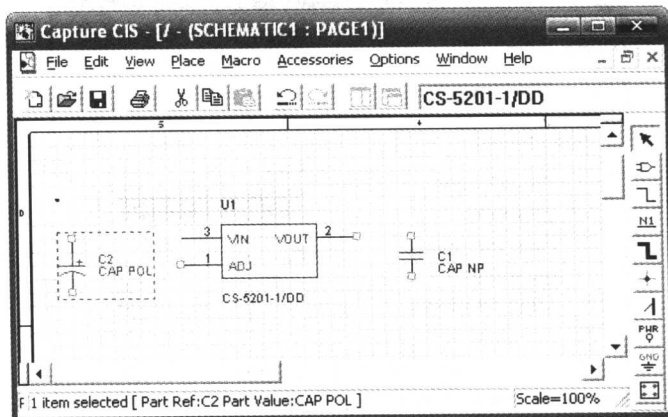

图 2-9 选中电容 C2
13) 从电容 C2 的左上角按住鼠标左键，向右下角拖动，在电容的右下角松开鼠标左键，这时电容 C2 周围出现紫红色的虚框，表示电容 C2 处于选中状态，如图 2-9 所示。